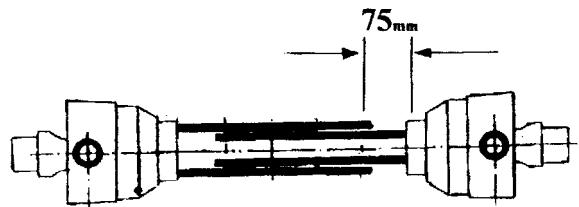

Fig. 10
- Assurez-vous qu'il existe un écart de 75 mm pour les tubes et les dispositifs de protection (Fig. 10). Si ce n'est pas le cas, coupez les deux sections à la longueur voulue avec une scie à métaux et ébarbez les bords avec une lime ronde.